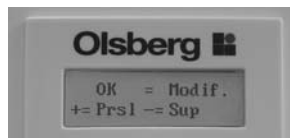

Fig.23
Vous avez là encore trois possibilités (Fig. 23):
- En appuyant sur -, vous pouvez rétablir le réglage par défaut du menu Baisse du niveau de charge, c'est-à-dire que vous pouvez retirer des baisses que vous avez vous-même définies ainsi que des programmes prédéfinis. Lorsque vous avez défini les baisses (avec OK ou +, Fig. 23) et que vous souhaitez revenir sur vos choix, vous pouvez, avec la touche -, choisir de retirer les baisses et, avec OK (Fig. 26), vous pouvez rétablir le réglage par défaut dans la commande de menu Baisse du niveau de charge.